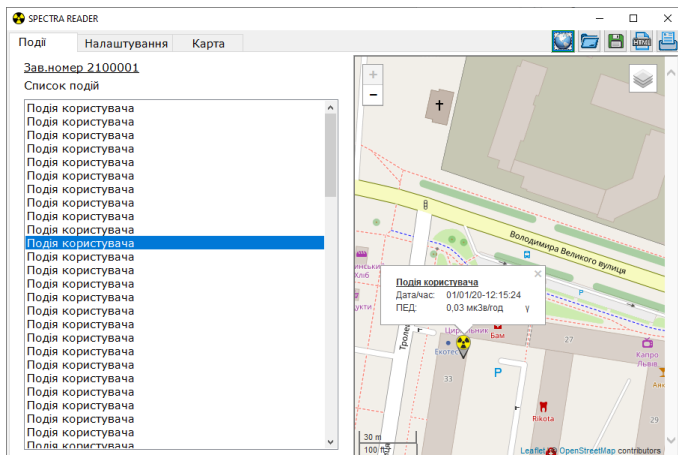

Рисунок 28 – Відображення події на карті
- відобразити подію на карті, відповідно до координат, де вона була збережена (якщо координати були додані) (рис. 28).